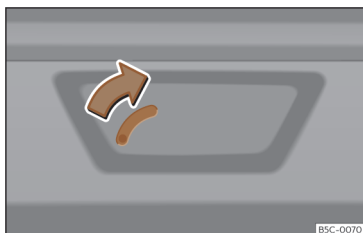

Fig. 86 Pormenor da bagageira: destrancagem de emergência.
- Introduza o palhetão da chave na ranhura e desloque a chave no sentido da seta até que a fechadura desbloqueie >>> **Fig. 86.**